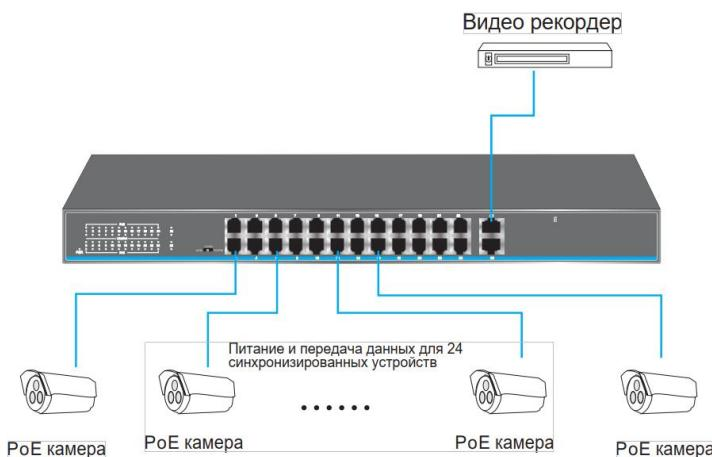

Рисунок 5 – схема подключения устройств к коммутатору. Вариант 1
- Посредством сетевых кабелей подключите IP-видеокамеры с питанием PoE к портам Ethernet (см. рисунок 5).
- Возьмите оптоволоконный разъём и плавно вставьте его в гнездо порта SFP коммутатора (см. рисунок 5).
- Используйте порты Uplink для подключения к ним компьютеров или IP-видеорегистраторов (см. рисунок 5).